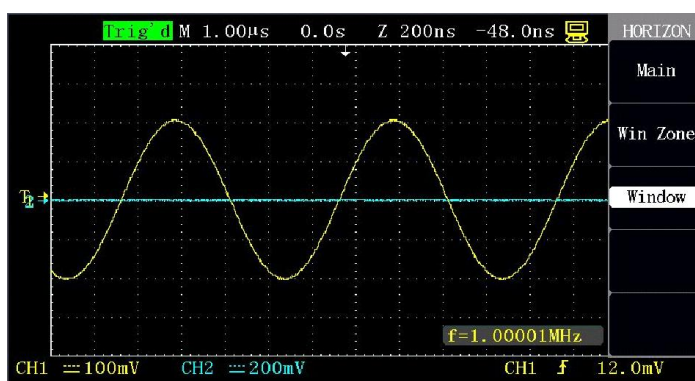

Figura 2-27 Expansão da janela
- Pressione o botão “Window” após a janela ser configurada. Neste momento, a forma de onda na janela selecionada é expandida para a exibição em toda a tela. A figura 2-27 mostra o resultado da expansão após a janela ser configurada.